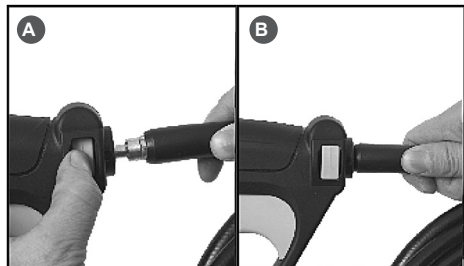

Рис. 5 Подсоединение шланга высокого давления к пистолету HP5160
**HP5160** — нажмите на кнопку фиксатора на пистолете (Рис. 5А) и вставьте адаптер шланга высокого давления в коннектор пистолета (Рис. 5В).